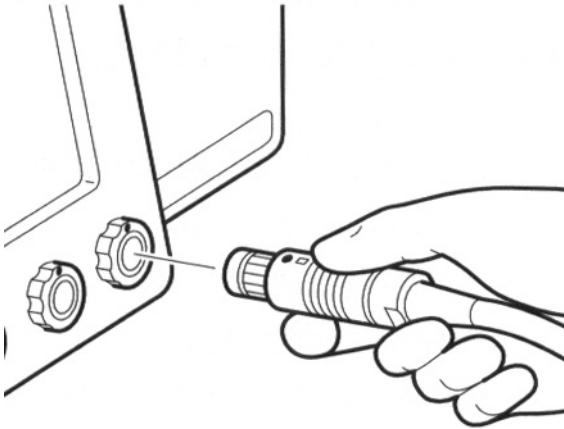

Figura 2: Collegamento del manipolo alla consolle dello shaver
2. Spingere con cautela il connettore del cavo nella porta. Scatterà nella posizione corretta (vedere la Figura 2). (Per scollegare il cavo, afferrare il connettore del cavo e tirare il relativo collare.)